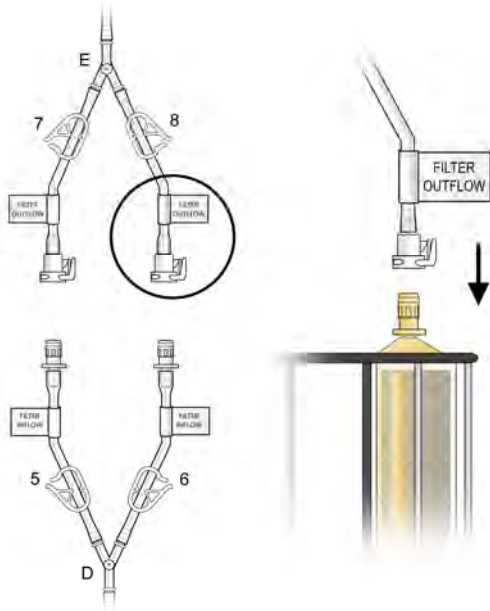

Abbildung 8
- (g) Verbinden Sie die Ableitungsschläuche (wie in Abbildung 8 gekennzeichnet und beschrieben) anhand der Schnellverbindungsstücke (drücken und klicken) mit den Filterpatronen-Anschlussstücken oben auf dem Doppelfilter, siehe Abbildung 8.